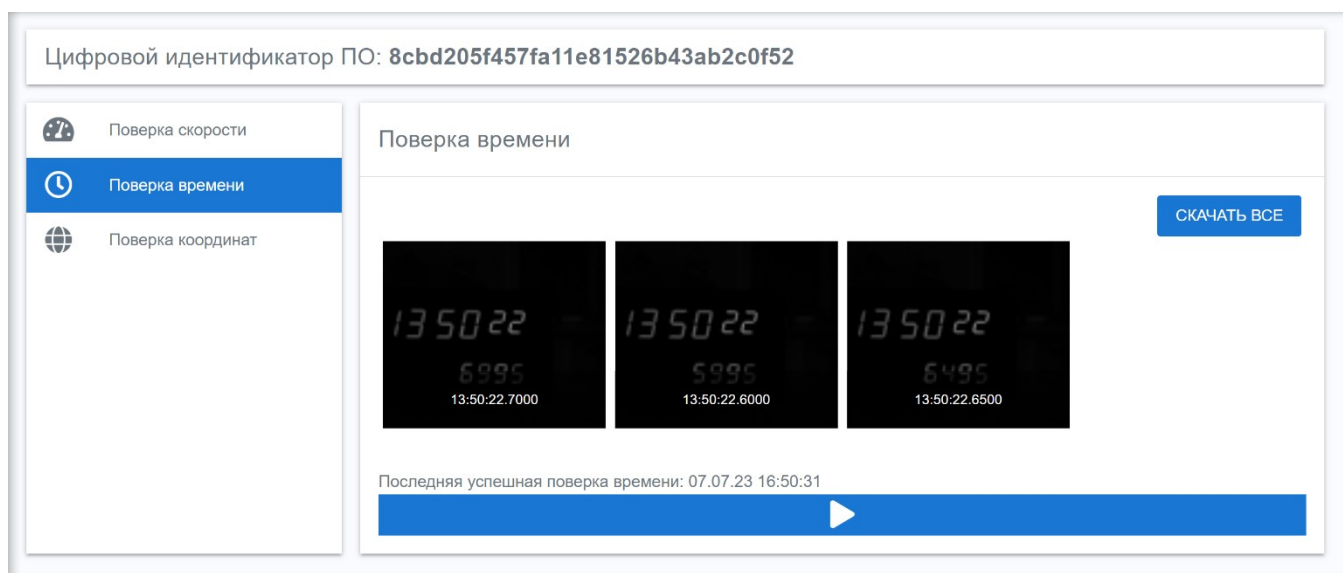

Рисунок 10 – Успешная поверка времени
6.7.4.5. После успешной проверки, на вкладке появятся кадры с проставленным таймстемпом. При необходимости, пользователь может скачать кадры на ПК, на котором установлено ПО SPIDER, нажав кнопку «Скачать» (см. рисунок 10).